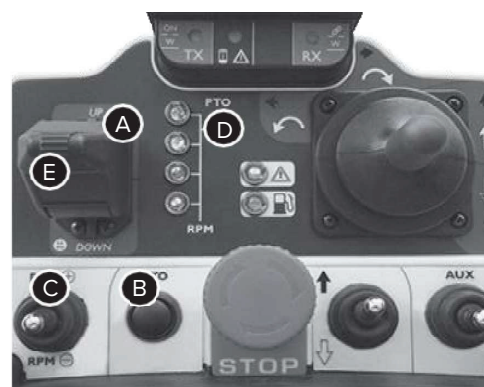

Рис. 15
Установите обороты двигателя с помощью ручки газа (C) на 2800 об/мин (зеленый светодиод (A) - рис. 15). Зеленый свет разрешает запуск ножей при нажатии кнопки (B). Зеленый светодиод (D) указывает на вращение ножей.
Высоту среза можно в любой момент отрегулировать с помощью пульта дистанционного управления. Для стрижки высокой травы рекомендуется установка режущей деки на расстоянии 100 мм от земли. При необходимости переместите ее на второй уровень с меньшей высотой. Чтобы поднять ножи, переместите ручку управления (рис. 15 (E)) вверх. Чтобы опустить ножи, переместите ручку управления (рис. 15 (E)) вниз.
Машина может быть оснащена такими устройствами, как насос для опрыскивания, тример на штанге, отвал для снега и т. д. Эти устройства также могут управляться дистанционно. Устройства должны быть подключены к разъему слева в передней части машины (см. рис. 15а).
Рис. 15а